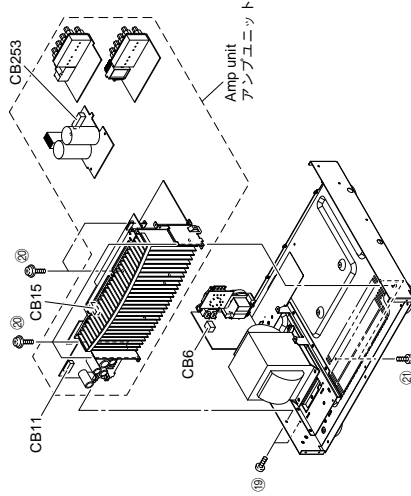

Fig. 10
- Remove 2 screws (⑲), 5 screws (⑳) and 2 screws (㉑). (Fig. 10)
- Remove CB6, CB11, CB15 and CB253. (Fig. 10)
- Remove the amp unit. (Fig. 10)
- ⑲のネジ2本、⑳のネジ5本、㉑のネジ2本を外します。(Fig. 10)
- CB6, CB11, CB15, CB253を外します。(Fig. 10)
- アンプユニットを取り外します。(Fig. 10)